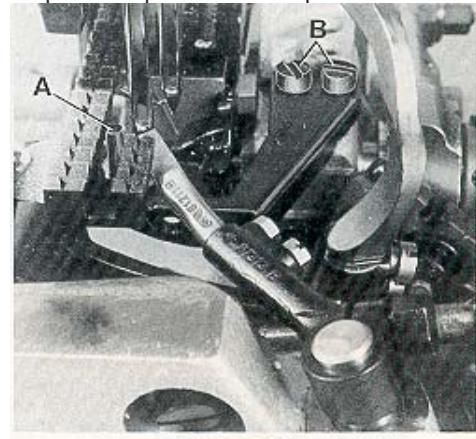

Fig.20
Assemble the throat plate support (A, Fig. 20) with screws (B) so that it does not interfere with the feed dog or any other machine parts.
Monte el soporte de la plancha de aguja (A, Fig. 20) con los tornillos (B) de manera que no interfiera con el alimentador o con cualquier otra parte de la máquina.